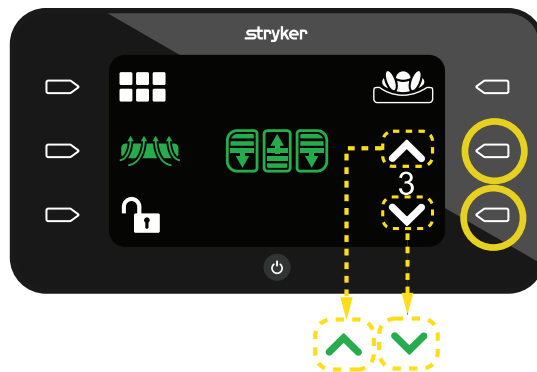

Figura 33 – Modo ALP nível 3
4. Prima o botão de **Ação** perto da **seta para cima** ou **seta para baixo** para aumentar ou diminuir o nível de ALP de 1 para 5 (Figura 33).